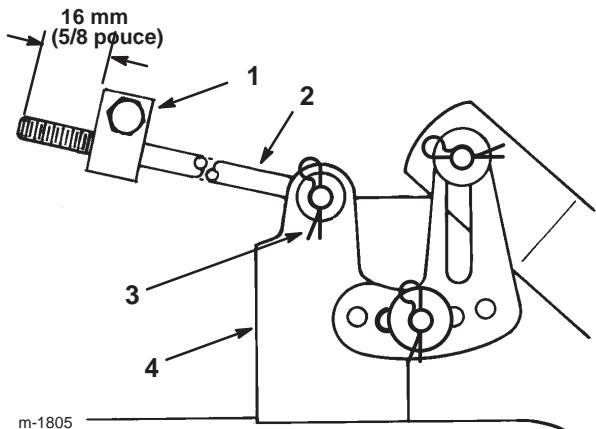

Figure 13
4. Mesurez la longueur de tige qui dépasse de l'avant du bloc de réglage sur les côtés du châssis (Fig. 13).
Remarque : Si la longueur n'est pas égale à 16 mm (5/8 pouce), retirez la goupille fendue et la rondelle de l'extrémité de la tige (Fig. 13), puis vissez ou dévissez la tige jusqu'à obtention de la longueur requise.